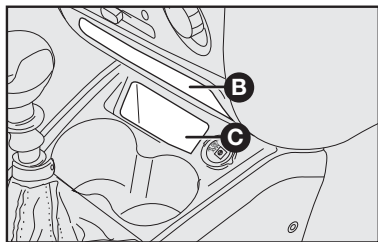

fig. 58
- no painel **B-fig. 58** e no console **C-fig. 58**;